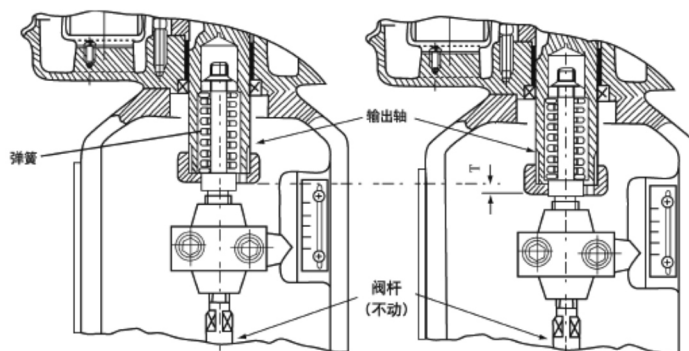

图3
- 当状态开关设定为“正动作”时,(即随着输入信号的增大,输出轴向下运动),将输入信号慢慢增大,当输入信号处于20mA时,确认阀杆不动,即阀芯被关闭,继续将输入信号慢慢增大,使得输出轴内的弹簧被压缩,当输出轴下降约 $T=1\text{mm}$ 时(见图3),调整并紧固好内侧限位凸轮,使限位开关动作,输出轴停止向下运动,即设计保证 $T=1\text{mm}$ 时,执行器达到额定输出力。
虽然出厂时按规定进行调整，但到现场整体调整中产生震动或开始运转之后，回路本身产生振荡时，应重新调整灵敏度。见图3，调整“灵敏度”电位器。顺时针旋转，灵敏度增高，逆时针旋转，灵敏度降低。